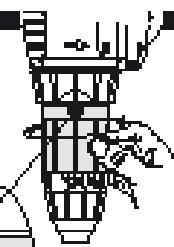

Рис. 10
- Завинтите или отвинтите регулировочную втулку так, чтобы две точки в верхней части втулки установились на нужную отметку дозирования (Рис. 10).